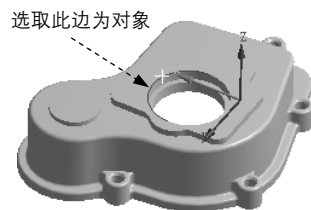
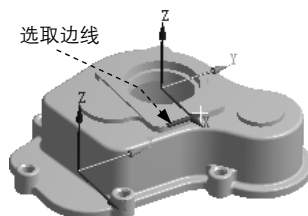

图 2.7.4 定义原点几何参考
图 2.7.5 定义主轴
步骤 03 定义原点。在 **Origin** 区域中单击以激活 **Geometry** 后的文本框,选取图 2.7.4 所示的圆孔圆弧边线为参考,单击 **Apply** 按钮确认,其他参数采用系统默认设置。
(1) 定义轴名称。在 **Principal Axis** 区域的 **Axis** 下拉列表中选择 **X** 选项。
(2) 定义方式。在 **Define By** 下拉列表中选择 **Geometry Selection** 选项。
(3) 选取原点参考。单击以激活 **Geometry** 后的文本框,选取图 2.7.4 所示的模型边线为对象,调整箭头方向,如图 2.7.5 所示,并单击 **Apply** 按钮确认。